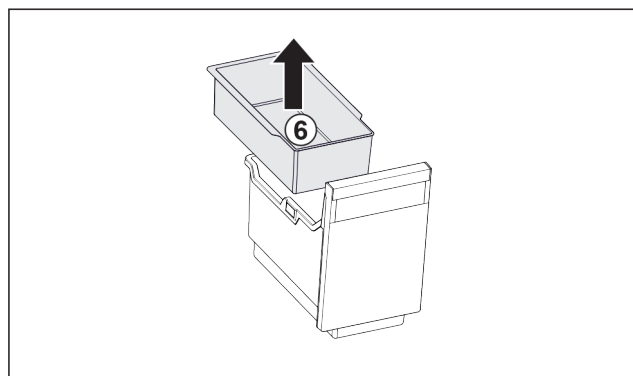

Fig. 24
- ▶ Wyjąć półkę zawieszoną Fig. 24 (6).